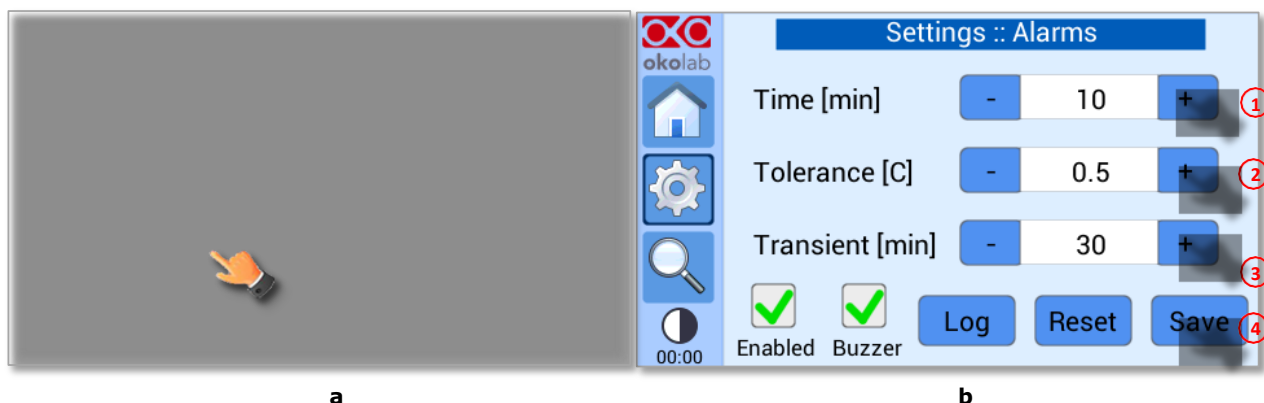

Figura 59. Configuración de alarmas. (a) Cómo acceder al menú de Configuración de alarmas; (b) Configuración de alarmas
Para configurar las especificaciones de las alarmas, pulse el icono de Alarmas ; consulte la figura 59(a), y siga las indicaciones que figuran a continuación:
- 1 Introduzca el tiempo de alarma; es decir, el tiempo durante el cual la temperatura de los dispositivos calefactores puede permanecer fuera de la tolerancia permitida antes de que el controlador active la alarma, véase el indicador 1 de la figura 59(b).
- 2 Introduzca el valor de Tolerancia, véase el indicador 2 de la figura 59(b). Este valor define la tolerancia permitida desde el punto de consigna.
- 3 Introduzca el tiempo transitorio; es decir, el tiempo máximo que el sistema puede tardar en alcanzar un nuevo punto de consigna antes de activar la alarma, véase el indicador 3 de la figura 59(b).
- 4 Marque la opción *Buzzer* si desea que la alarma sea acústica además de visual, consulte la figura 59(b).
- 5 Marque la opción *Habilitada* para habilitar la lógica de alarmas, como se indica en la figura 59(b).